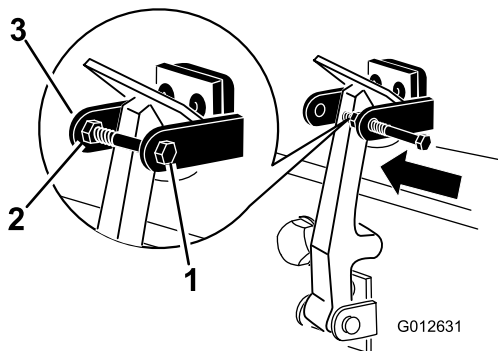

図 9
7. フードロックブラケットのもう一方のアームにボルトを取り付けてラッチを固定する (図 9)。ボルトはしっかりと固定するがナットの締め付けは行わないこと。